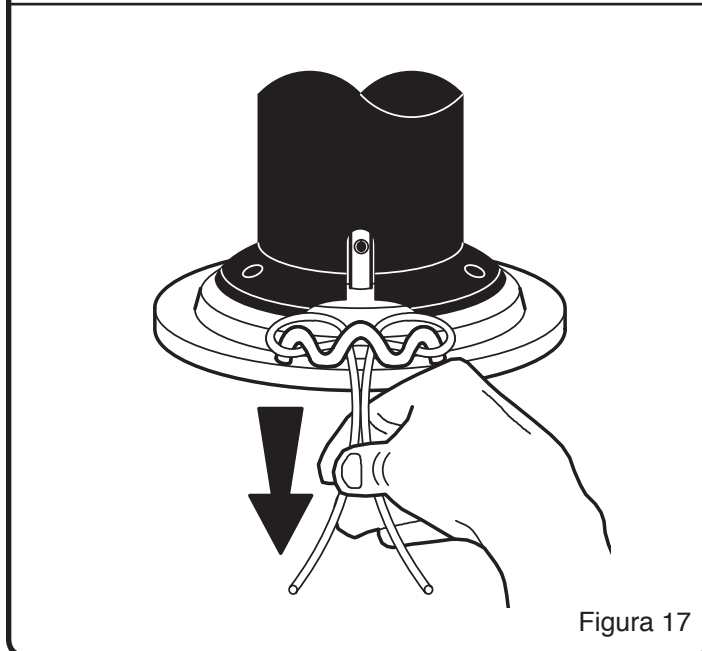

Figura 17
6. Luego, verificar que los extremos del hilo sean parejos. (Véase la Figura 17)